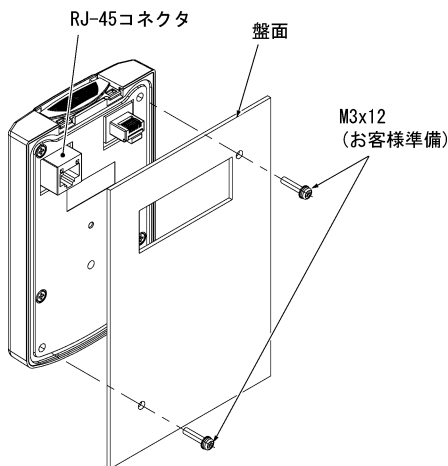

図 2.7 多機能タッチパネルの取付け
- (2) 多機能タッチパネルを、ねじ2本で盤面に取り付けます。(図 2.7 参照)